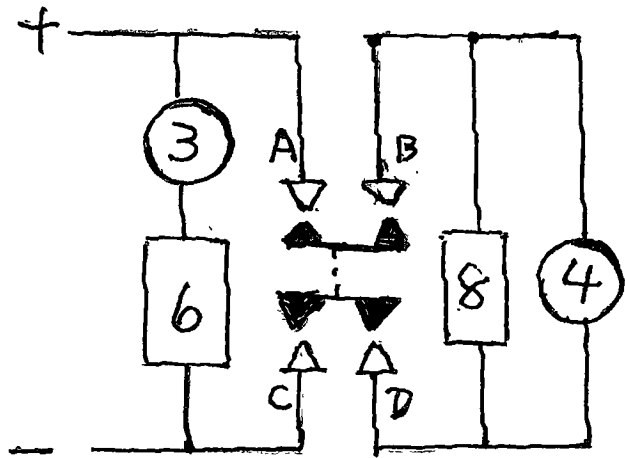

图 3
[0009] 图 3 温控电路原理图。
[0012] 在图 3 中, 电源正极, 接温控器 (3) 和直流接触 (6) 的线圈回到负极, 当直流操作继电器 (6) 通电工作时, 继电器吸下, A 和 B、C 和 D 导通, 蚊香镬型发热管 (8) 工作, 指示灯 (4) 亮。当温控器 (3) 到达设定温度时, 断开直流操作继电器 (6) 线圈电源, 触点跳开, 断开电源, 指示灯灭。